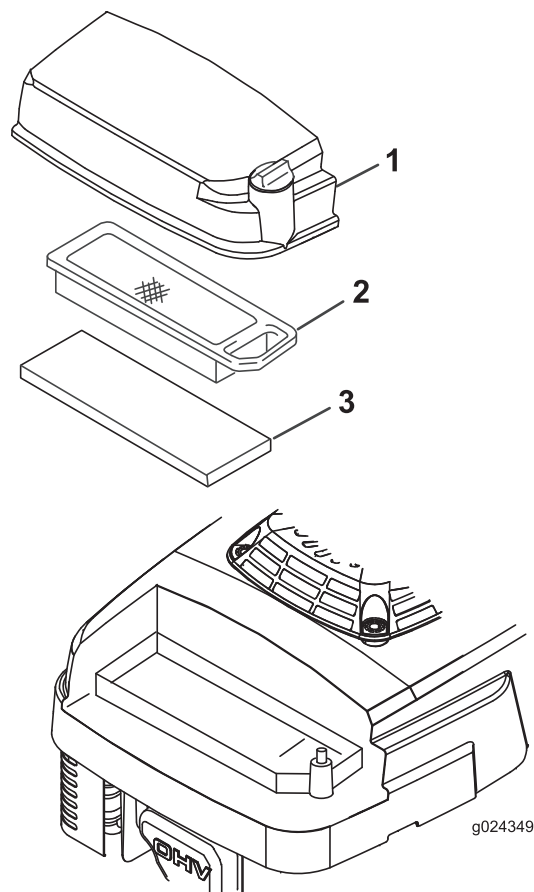

Figure 20
3. Desserrez la vis sur le couvercle du filtre à air (Figure 20).
5. Enlevez et examinez l'élément filtrant en papier (Figure 20) et remplacez-le s'il est excessivement encrassé.
6. Enlevez le préfiltre en mousse (Figure 20) et nettoyez-le avec de l'eau et un détergent doux. Séchez-le ensuite en le serrant légèrement dans un chiffon.